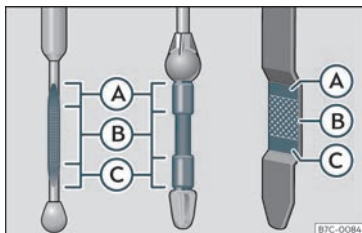

Fig. 258 Vareta de mesurament del nivell d'oli.
- A continuació, torneu a extreure-la i comproveu el nivell d'oli »» fig. 258. En cas necessari, reposeu oli del motor.
- Quan el nivell d'oli arribi com a mínim a la zona »» **fig. 258** , caragoleu el tap de la boca d'ompliment amb cura »» .
Si el nivell d'oli es troba per sobre de la zona »» **fig. 258** , no arrenqueu el motor. Po-
El nivell d'oli no ha d'estar en cap cas per sobre de la zona »» **fig. 258** . Si es superés el límit, es podria aspirar oli pel respirador del càrter del cigonyal i arribar a l'atmosfera a través del sistema d'escapament.